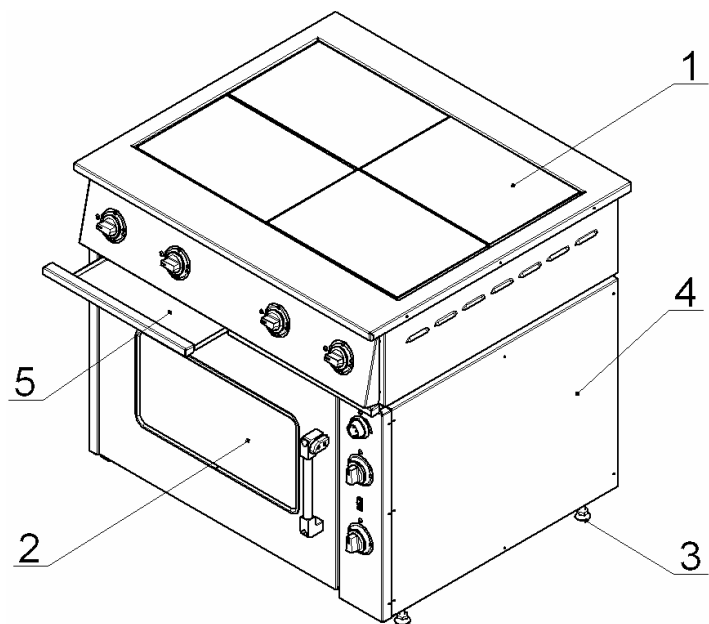
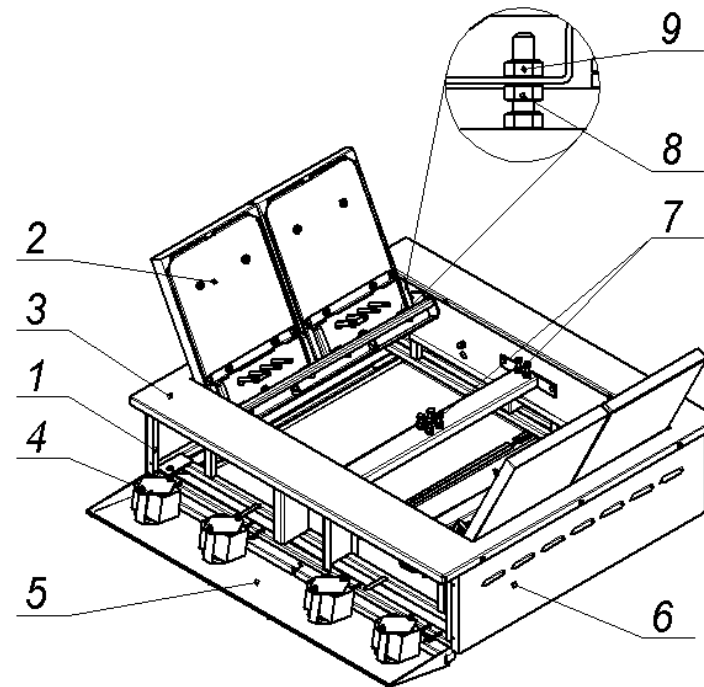
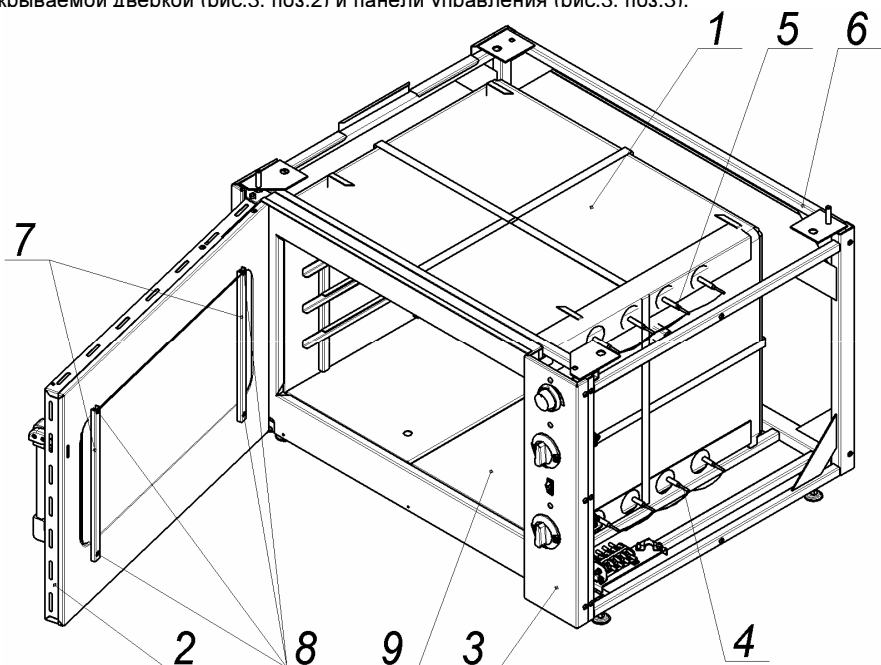
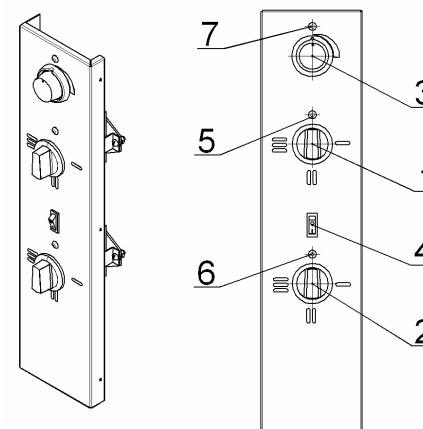

Рис.1
Рис. 2
Рис.3
Рис.4
Чтобы открыть приборную панель плиты, необходимо вынуть выдвижные поддоны (см. рис.1) и вывернуть винты крепления панели к каркасу плиты.
4.3 Собственно плита (рис.2) установлена на жарочный шкаф (рис.1. поз.2) и состоит из каркаса (поз.1), с закрепленными на нём конфорками (поз. 2), столом (поз.3), облицовочными (поз.6) и приборной панелью (поз.5).
4.3.3 Для обслуживания и санитарной уборки, плита оборудована (см. рис.1) выдвижными поддонами (поз.5), так же обеспечен (см. рис.2) свободный доступ к внутренним поверхностям плиты:
4.4 Жарочный шкаф состоит из тепловой (рабочей) камеры (рис.3 поз.1), закрываемой дверкой (рис.3. поз.2) и панели управления (рис.3. поз.3).
- Снять панель управления (рис.3, поз.3) или снять правую облицовочную панель (рис.1, поз.4);
- Снять панель управления (рис.3, поз.3) или правую облицовочную панель (рис.1, поз.4);
4.5 Приборы управления и светосигнальная арматура размещены (рис.4) на панели управления (рис.3 поз.3), которая расположена с правой стороны шкафа.
4.5.1 Ступенчатое регулирование мощности верхних и нижних ТЭНов осуществляется установкой ручек переключателей (поз.1 и 2) в фиксированные положения, обозначенные на панели управления символами I, II и III, что соответствует режимам нагрева ТЭНов: слабый, средний и сильный. При этом, мощность ТЭНов изменяется следующим образом: 0,75 – 1,5 – 3,0 кВт. Отключение ТЭНов производится установкой ручек переключателей в положение «0» (напротив сигнальных ламп рис.4, поз.5 и 6).
Установка и автоматическое поддержание необходимой температуры (от 50 до 300^oC) в камере осуществляется терморегулятором (рис.4, поз.3).
Переключатели верхних и нижних ТЭНов, а также терморегулятор снабжены сигнальными лампами (рис.4, поз.5, 6 и 7).
- Открыть дверку и вынуть из камеры подовые короба (рис.3, поз.9);
7.4 Установите (по часовой стрелке) лимбом терморегулятора (рис.4, поз.3) температуру в камере шкафа, предусмотренную технологией приготовления продукта (должна загореться сигнальная лампа рис.4. поз.7).
7.5 Установите ручки переключателей (рис.4, поз.1 и 2) верхних и нижних ТЭНов в положения I, II или III (должны загореться сигнальные лампы рис.4, поз.5 и 6).
7.7 Для визуального контроля состояния приготавливаемых в камере продуктов, при закрытой дверке, включите клавишей (рис.4, поз.4) лампу подсветки камеры.